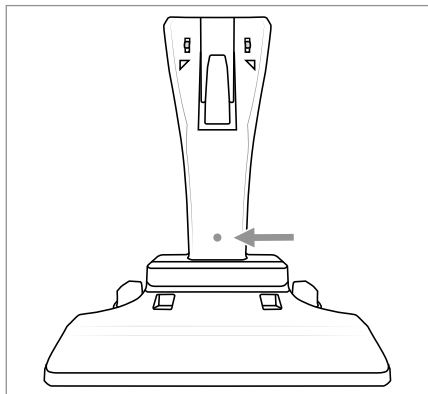

Fig. 1
- 1) Utilizzare il foro nel reggi apparecchio **22** per tracciare il foro sulla parete (Fig. 1).
- 4) Inserire la vite 26 nel foro del reggi apparecchio 22 (Fig. 1) e avvitarela nel tassello 27 con un cacciavite a croce.